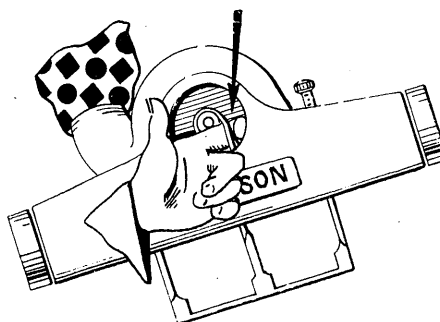

Fig. 5
b) Faire sauter la courroie de l'axe du moteur avec l'index (fig. 5).